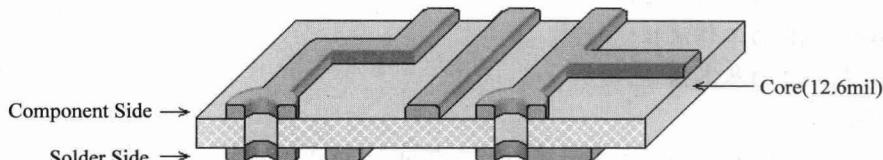

图 1-2 单层板结构示意图
(1) 单层板：即只有一面敷铜而另一面没有敷铜的电路板。通常元器件放置在没有敷铜的一面，敷铜的一面主要用于布线和焊接，如图1-2所示。